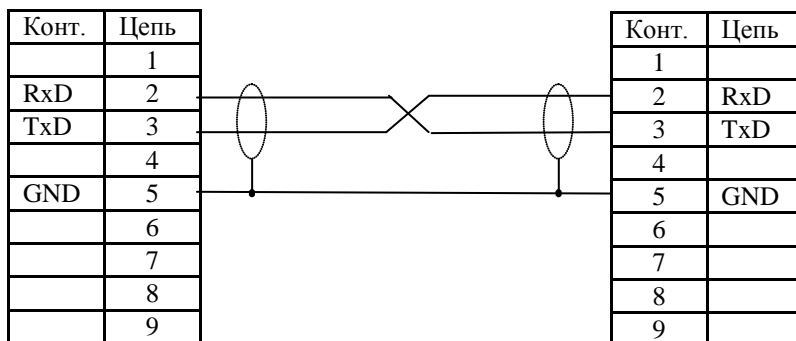

Рис. 10.1 - Электрическая схема кабеля
10.2 Электрическая схема кабеля для подключения весов к компьютеру приведена на Рис. 10.1.